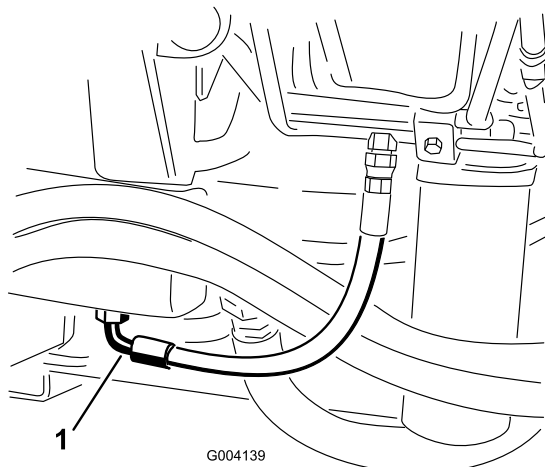

Figure 76
2. Placez un grand bac de vidange sous le raccord monté au bas du réservoir de liquide hydraulique (Figure 76).